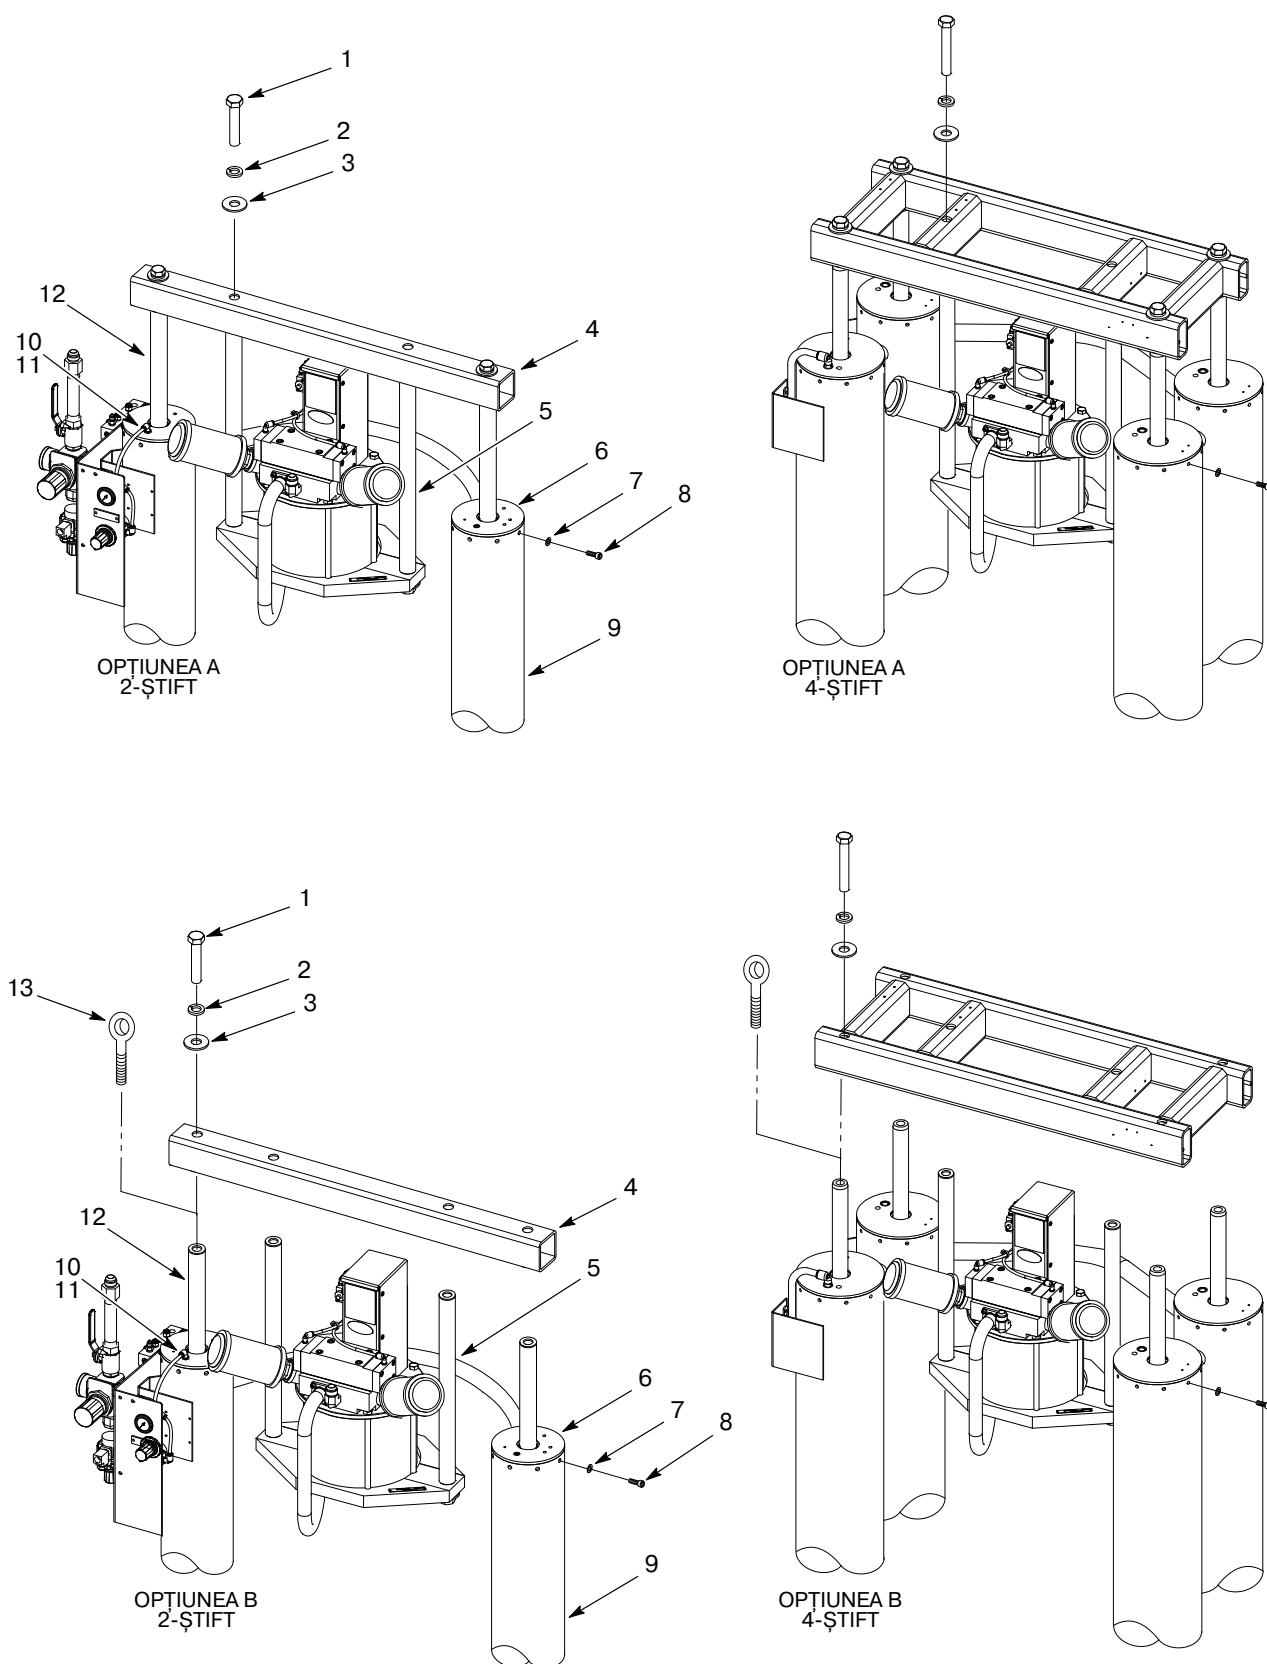

Figura 2 Demontarea arborilor cilindrului
A se vedea Figura 2. Există două moduri de a demonta arborii cilindrului; împreună sau separat. Realizați procedura corectă.
1. Vezi Figura 2, Opțiunea A. Asigurați-vă că tubulatura (10) este deconectată de la fittingul (11).
2. Demontați șuruburile (1), șaibele de blocare (2) și șaibele plate (3), fixând traversa (4) de tijele de montare (5).
3. Demontați șuruburile capacului (8) și șaibele (7) de la cilindrii pneumatici (9). Observați orientarea chiulaselor (6).
4. Atașați dispozitivul de ridicare la secțiunea mediană a traversei (4) și demontați simultan arborii cilindrului (12) de la cilindrii pneumatici (9).
1. Vezi Figura 2, Opțiunea B. Asigurați-vă că tubulatura (10) este deconectată de la fittingul (11).
2. Demontați șuruburile (1), șaibele de blocare (2) și șaibele plate (3), fixând traversa (4) de tijele de montare (5) și arborii cilindrului (12).
4. Înfiletați inelul de ridicare $\frac{7}{8}$ -14 (13) în arborele cilindrului (12). Atașați dispozitivul de ridicare la inelul de ridicare. Folosiți dispozitivul de ridicat pentru demontarea arborelui de la cilindrul pneumatic (9). Demontați în același fel ceilalți arbori ai cilindrului.
- șaibe plate (14)
- șaibe de blocare (15)
- șurubul arborelui (16)
5. Strângeți fiecare șurub (16) la 250 ft-lb (339 N•m).
6. Lubrifiați etanșarea pistonului (11) cu lubrifiant pentru inele de etanșare.
7. Ghidați cu grijă arborele cilindrului (7) în cilindrul pneumatic (19) până când iese prin partea inferioară. Montați în același fel celălalt arbore al cilindrului.
8. Orientați chiulasele (4) în poziția observată în timpul demontării.
9. Montați fiecare chiulasă (4) într-un cilindru pneumatic (19). Montați șaibele (17) și șuruburile de cap (18) în fiecare cilindru. Strângeți fiecare șurub (16) la 10-15 ft-lb (14-20 N•m).
10. Conectați tubulatura pentru aer (20) la fittinguri (21).
11. Montați orice dispozitiv sau consolă care a fost demontat(ă) de la partea superioară a chiulasei (4).
12. Vezi Figura 2, Opțiunea B. Aplicați Loctite 242 la filetele șuruburilor (1). Montați traversa (4) la arborii cilindrului (12) și tijele de montare (5) cu ajutorul șuruburilor, șaibelor de blocare (2) și al șaibelor plate (3). Strângeți șuruburile la 250 ft-lb (339 N•m).